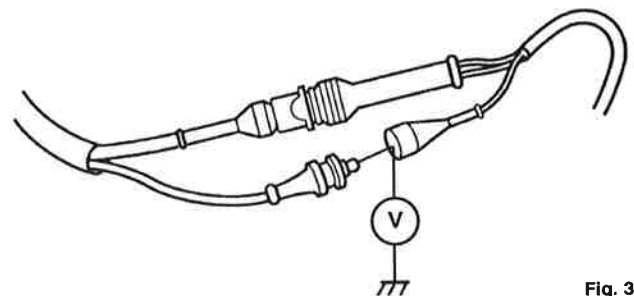

Fig. 3
### Contrôle du signal de sonde (Fig. 3)
- Intercaler un voltmètre entre le signal et la masse (Fig. 3).